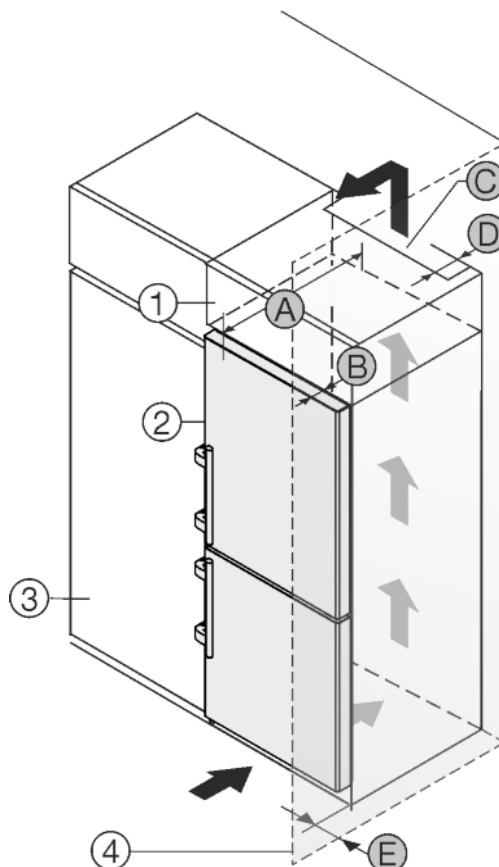

Fig. 13
Das Gerät kann mit Küchenschränken umbaut werden. Um das Gerät *Fig. 13 (2)* der Küchenzeilenhöhe anzugleichen, kann über dem Gerät ein Aufsatzschrank *Fig. 13 (1)* angebracht werden.
Das Gerät kann direkt neben dem Küchenschrank *Fig. 13 (3)* aufgestellt werden. Um die Türe vollständig öffnen zu können, muss das Gerät um die Tiefe *Fig. 13 (B)* gegenüber der Küchenschrankfront vorstehen. Abhängig von der Tiefe der Küchenschränke und Verwendung von Wandabstandshaltern kann das Gerät weiter herausragen.
- An der Rückseite des Aufsatzschrankes muss ein Abluftschacht mit der Tiefe *Fig. 13 (D)* über die gesamte Aufsatzschrankbreite vorhanden sein.
- Unter der Raumdecke muss der Entlüftungsquerschnitt *Fig. 13 (C)* eingehalten werden.
Wenn das Gerät mit den Scharnieren neben einer Wand *Fig. 13 (4)* aufgestellt wird, muss der Abstand *Fig. 13 (E)* zwischen Gerät und Wand eingehalten werden. Dies entspricht dem Griffüberstand bei geöffneter Tür.